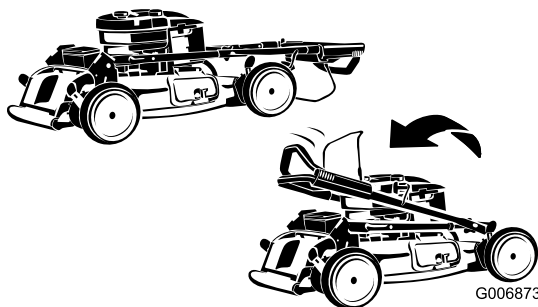

Bild 35
3. Klappen Sie den oberen Griff nach vorne, siehe Bild 35.